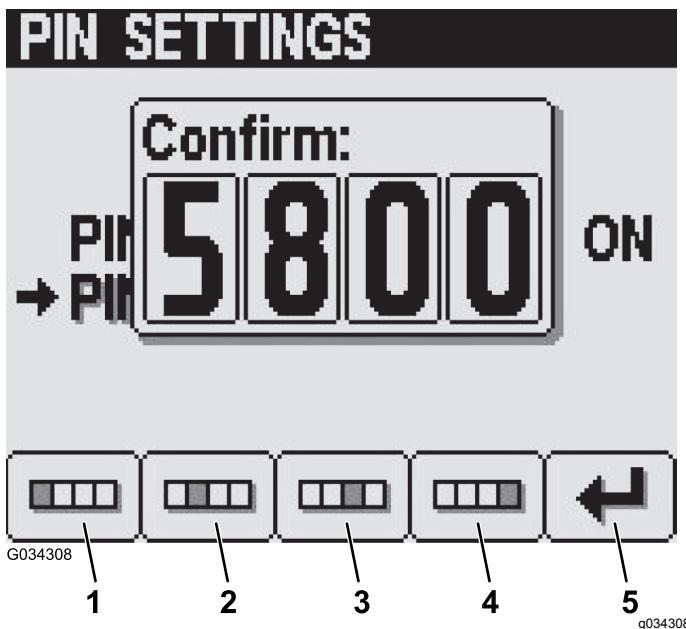

Figura 30
6. Confirme su PIN nuevo usando los botones 1 a 4 y pulse el botón 5 cuando haya completado el PIN (Figura 30).
Nota: Despues de haber confirmado los ajustes del pin (Figura 30), aparecerá una pantalla de Pin correcto por aproximadamente 5 segundos.